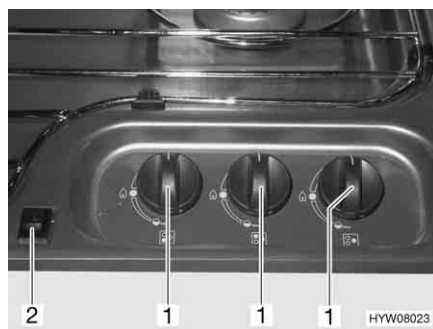

Fig. 123 Elementi di comando del fornello a gas
- Ruotare il pomello girevole (Fig. 123,1) dell'impianto a fiamma libera desiderato in posizione accesa (fiamma alta).
- Premere l'interruttore a bilico (Fig. 123,2). Sul bruciatore vengono prodotte scintille.